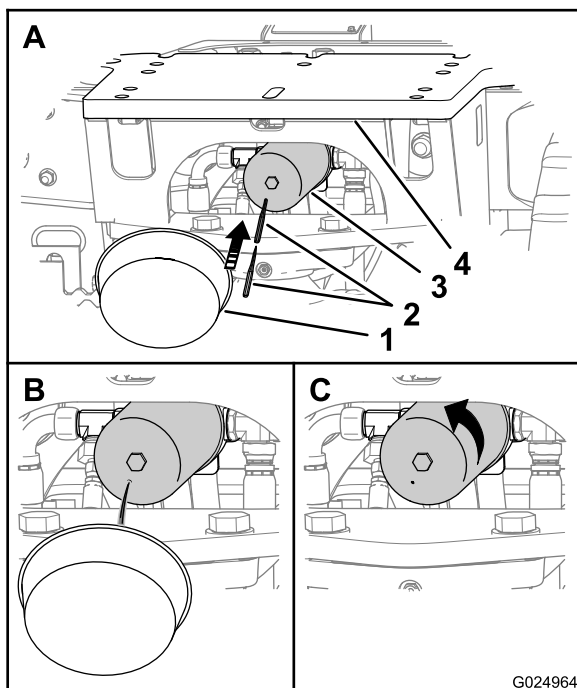

Рисунок 117
Примечание: Доступ к фильтру линии возврата гидросистемы осуществляется под задней пластиной крепления машины (Рисунок 117).
1. Подставьте емкость под фильтр линии возврата гидросистемы (Рисунок 117).
2. Проколите отверстие в нижней части фильтра линии возврата гидросистемы и дайте остаткам гидравлической жидкости стечь в емкость (Рисунок 117).
3. Поверните фильтр линии возврата гидросистемы против часовой стрелки и снимите его (Рисунок 117).